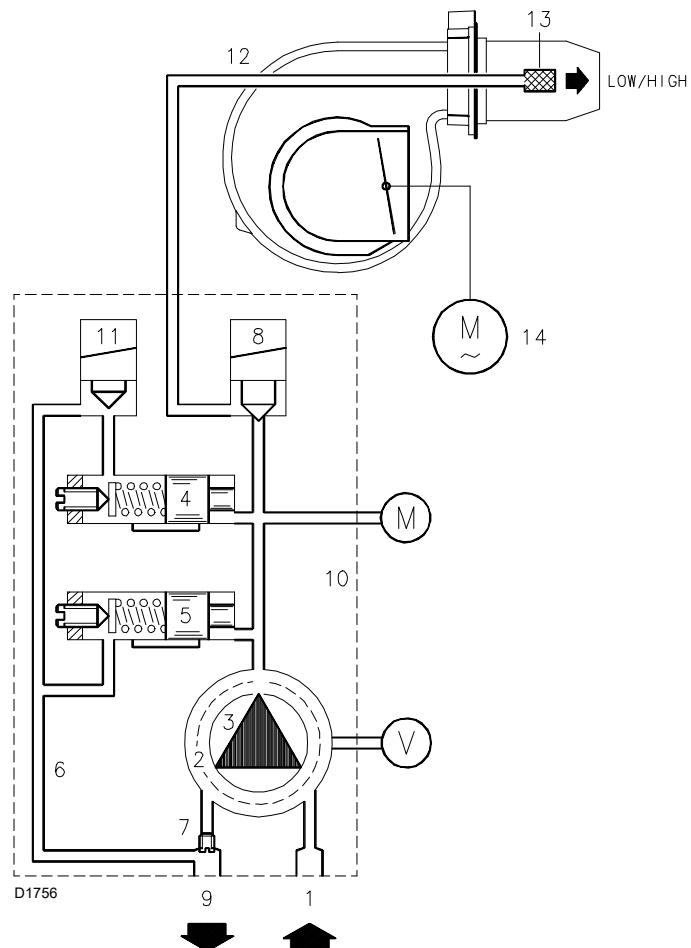

Fig. 25
- Quand la température, ou la pression, augmente jusqu'à l'ouverture de TR, l'électrovanne 11) (Fig. 25) s'ouvre et le brûleur passe de la 2^{ème} à la 1^{ère} allure de fonctionnement.